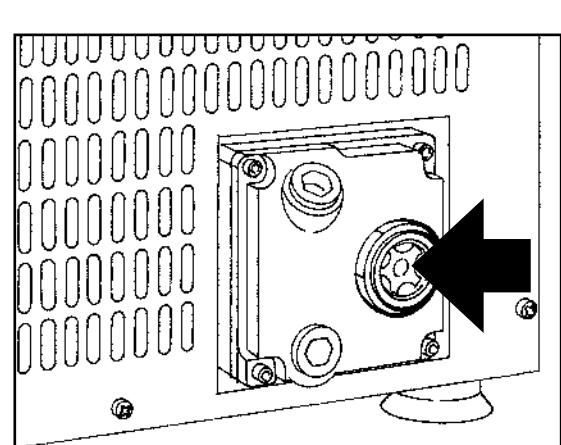

Fig. 2
- c) Controllare il corretto livello dell'olio della pompa visibile nel vetrino spia della pompa (**Fig. 2**). In caso di livello insufficiente, seguire le istruzioni descritte al capitolo "SOSTITUZIONE OLIO DELLA POMPA".